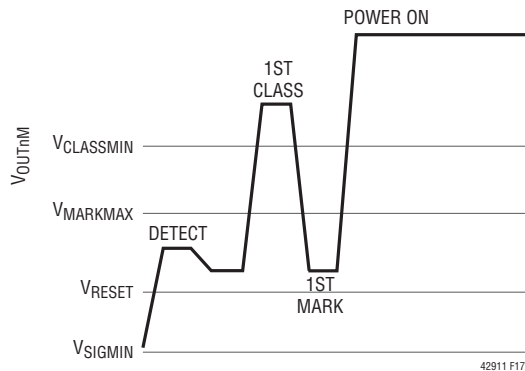

図17. タイプ3またはタイプ4 PSE、1イベント・クラスのシーケンス
タイプ3 PSEとタイプ4 PSEは、3つのシングル・シグネチャ (SS) PDを介して1つの分類イベントをクラス0に発行します (図17参照)。クラス0~3のSS PDは、そのクラス・シグネチャをPSEに提示し、十分な電力が得られる場合は電源が投入されます。また、電力が制限された802.3bt PSEは、クラス4以上のSS PDを13Wに格下げするために、これらのPDに対して1つの分類イベントを発行できます。図17を参照してください。